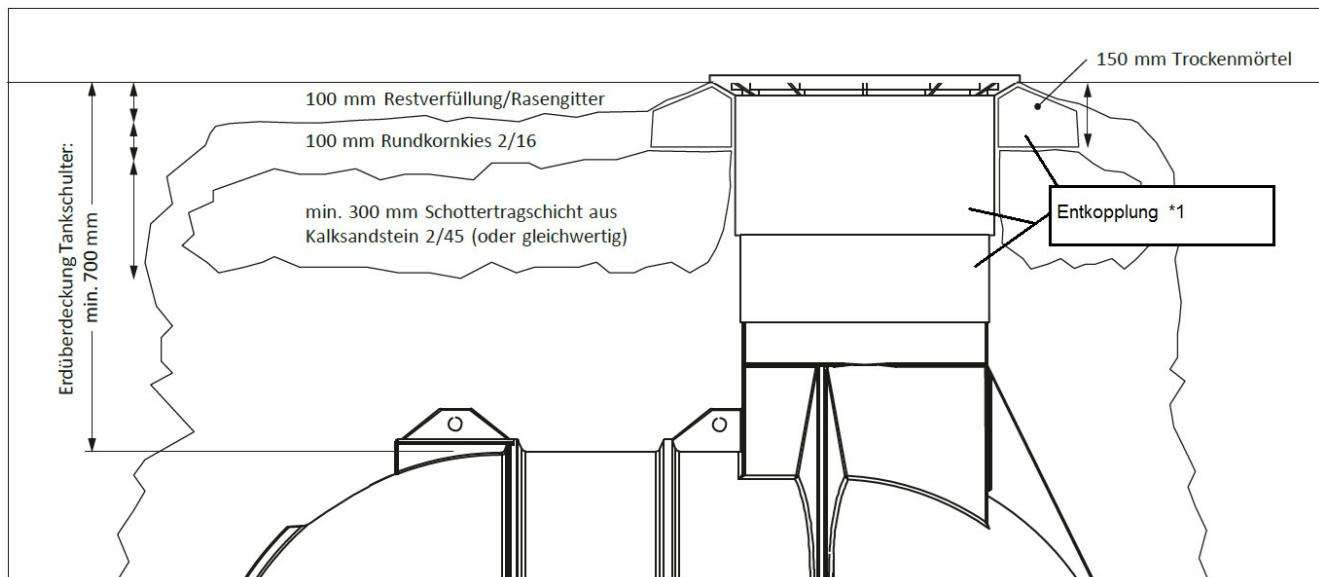

Abbildung 5: Bauseitige Herstellung eines befahrbaren Überbaus mit Teleskopdom
Der Erdtank ist für Verkehrsflächen der Klasse A nach EN 124 vorgesehen (Radfahrer, Fußgänger) und unter Einhaltung spezieller Einbaumaßnahmen PKW-befahrbar: **PKW-befahrbarer Teleskopdom (65.A000.0072)**, belastbar mit 15kN (niedrige Geschwindigkeit überfahrbar, Mindesterdüberdeckung der Tankschulter (Hü) = 700 mm ==> siehe Abbildung 5).
- Ergänzend zur Schottertragschicht wird **unterhalb des Rahmens des Teleskopdoms** eine ca. 150 mm hohe Unterfütterung aus Trockenmörtel (Fertigmischung aus dem Baumarkt) aufgebracht. Diese Schicht muss umlaufend min. 200 mm breit sein und ist direkt am Teleskopdom auszuführen. **Entkopplung *1 Abbildung 5**